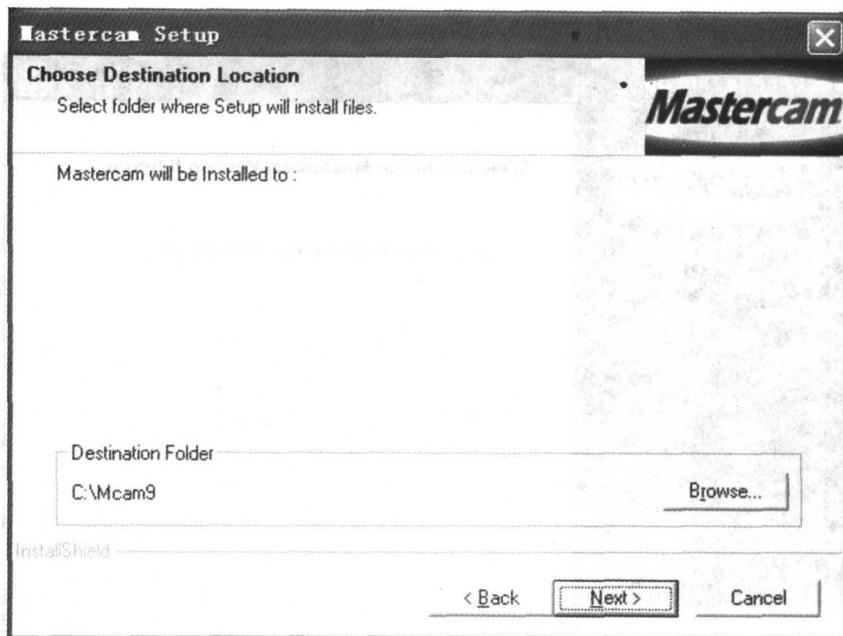

图 1.4 选择安装路径
4. 此时系统提示,选择安装路径,如图 1.4 所示,点击 Next。